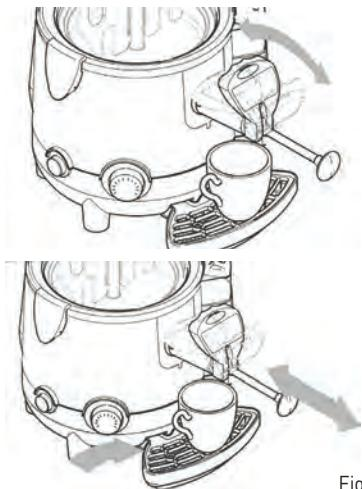

Fig. 1
- Wenn die heiße Schokolade zu langsam vergossen wird, dann wird eine maximales Ausschwenken des Hebels empfohlen; um die Rückstände im Spender zu beseitigen, muss man mehrfach am Hebel ziehen und ihn zu sich bzw. von sich weg stoßen, ohne dass das Gerät ausgeschaltet wird (Siehe: Abb. 1).